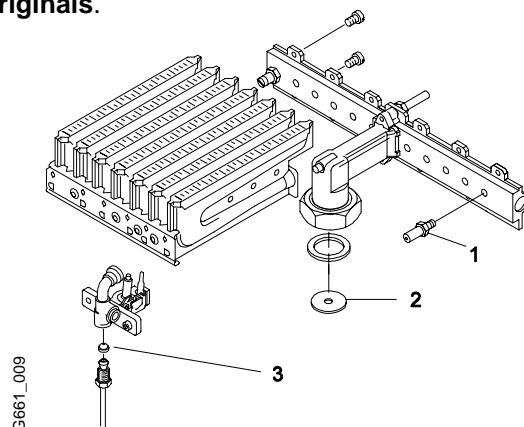

Fig. 5
2. Desmonte o queimador e substitua os injectores (Fig. 5, item 1).
3. Substitua o injector do queimador piloto (Fig. 5, item 3).
4. Substitua a anilha de estrangulamento (Fig. 5, item 2).